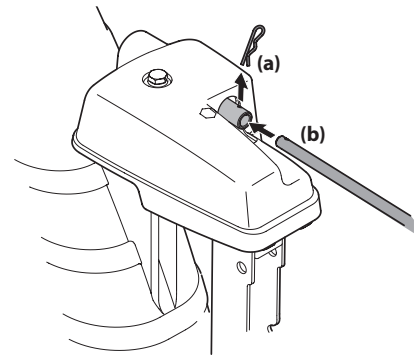

Figura 2-25
5. Retire el sujetador de horquilla (a) de la parte posterior del cabezal de control del canal. Consulte Figura 2-25.
6. Inserte la varilla de control del canal (b) en la parte posterior del cabezal de control del canal. Consulte Figura 2-25. Sujete la varilla de control del canal al conjunto del control del canal con el sujetador de horquilla (a) que extrajo en el Paso 5.